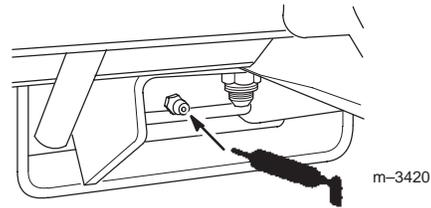

Bild 35
- Fetten Sie den Nippel am Bremspedal ein (Bild 35).